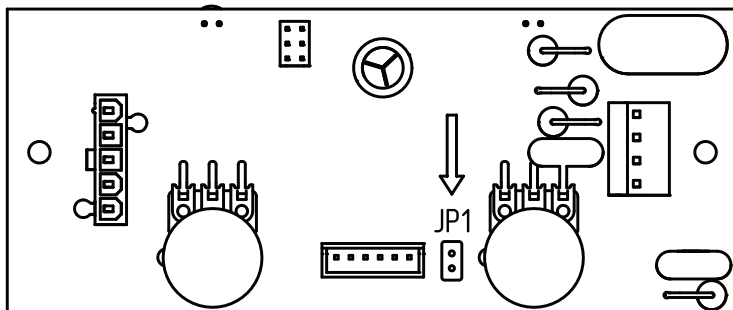

Рис.12 Плата панели управления
2. Замкните выводы перемычки JP1 (**Рис.12**) на плате управления и включите электропитание;